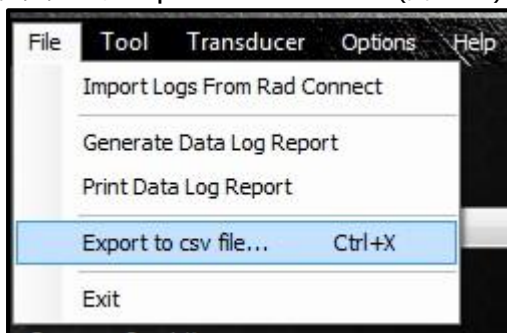

图 5.7-1: 输出按钮
1. 在“File”菜单中点击“Export to cvs file...”（图 5.7-1）.